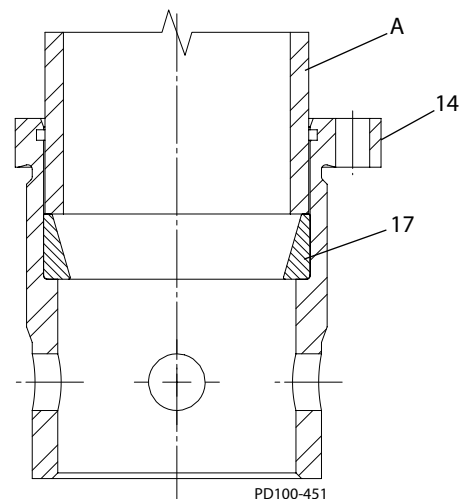

Figure 46 - Appuyez la cuvette de roulement arrière
1. Appuyez la cuvette de roulement arrière (Figure 46, objet 17) dans le coffrage du roulement (objet 14) en utilisant un outil pour pousser (objet A).